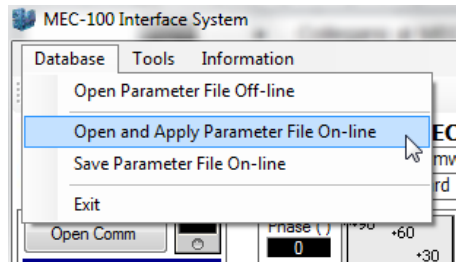

Abb. 5.6.2.a
- Die Position *Archiv* in der Menüleiste des MEC-100 Schnittstellensystems anklicken (siehe Abb. 5.6.2.a).